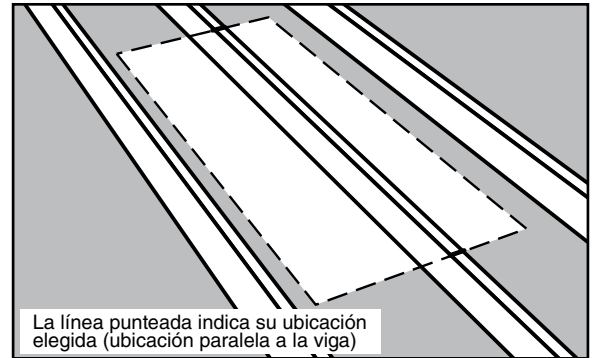

FIGURA 7
- Si el sitio no tiene un cielo raso, usted deberá marcar las vigas de acuerdo con los párrafos (A) o (B) siguientes:
- A. Si la ubicación elegida es paralela a las vigas, marque la longitud de la abertura preliminar en la parte superior de las vigas (Vea la Figura 7). No corte la viga en esta marca.